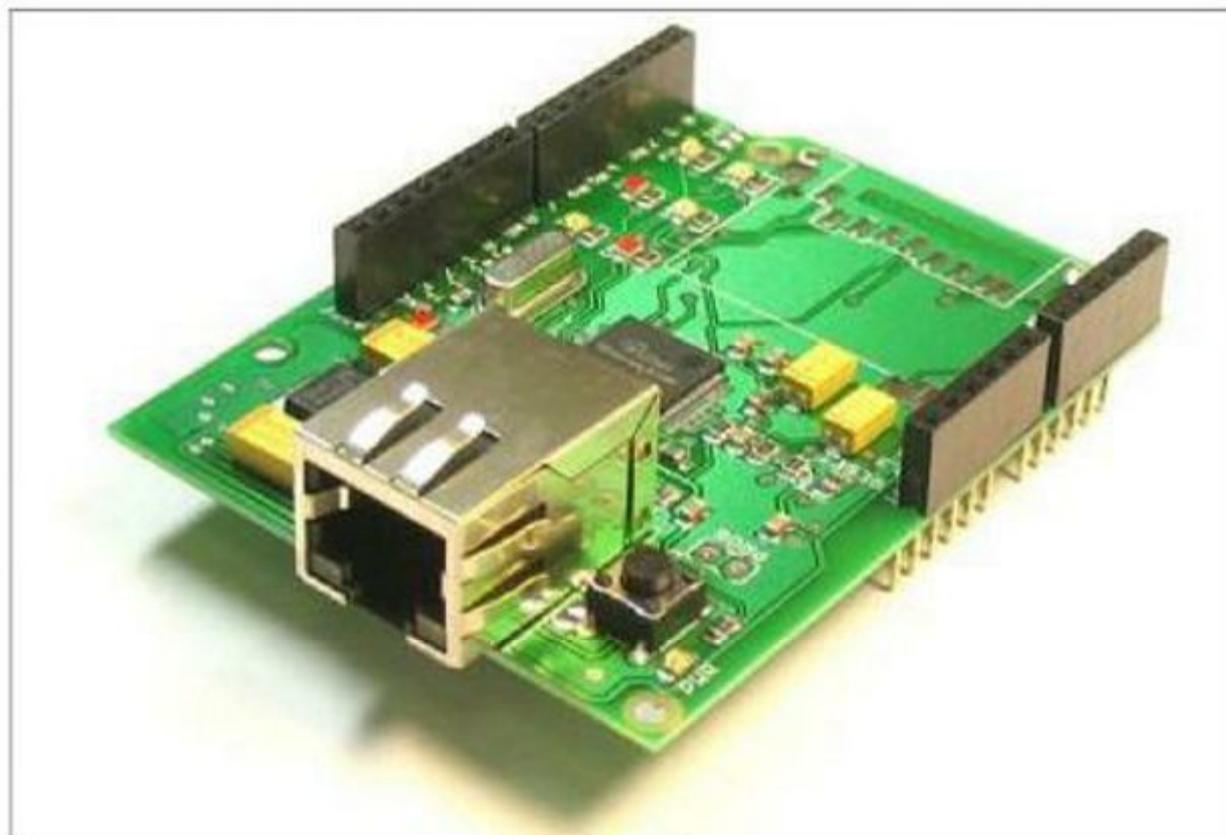

Рис. 3.2. Ethernet Shield
- ❑ **Ethernet Shield** (рис. 3.2) — обеспечивает подключение к Интернету;